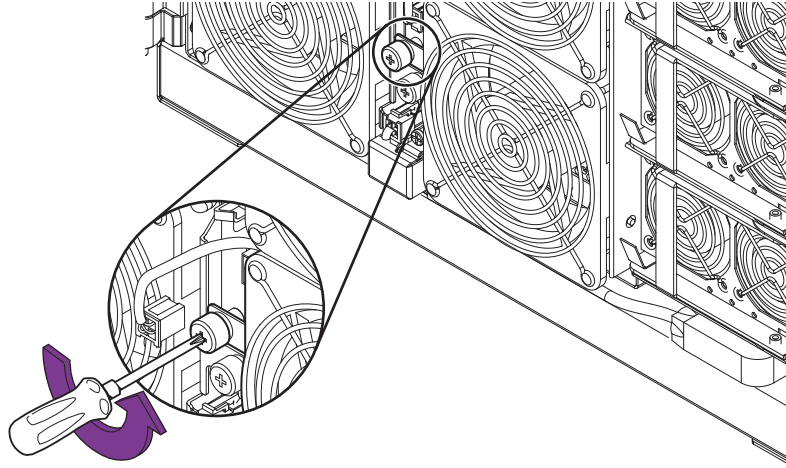

図 6-2 ファンの脱落防止機構付きねじの緩め方
6. ファンを固定している脱落防止機構付きねじを緩めます (図 6-2)。
4. ファンを固定する脱落防止機構付きねじを締めます (図 6-2)。